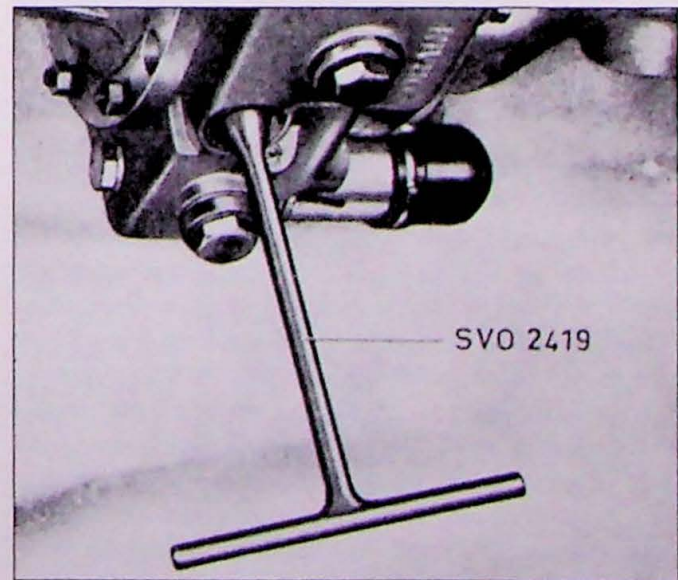
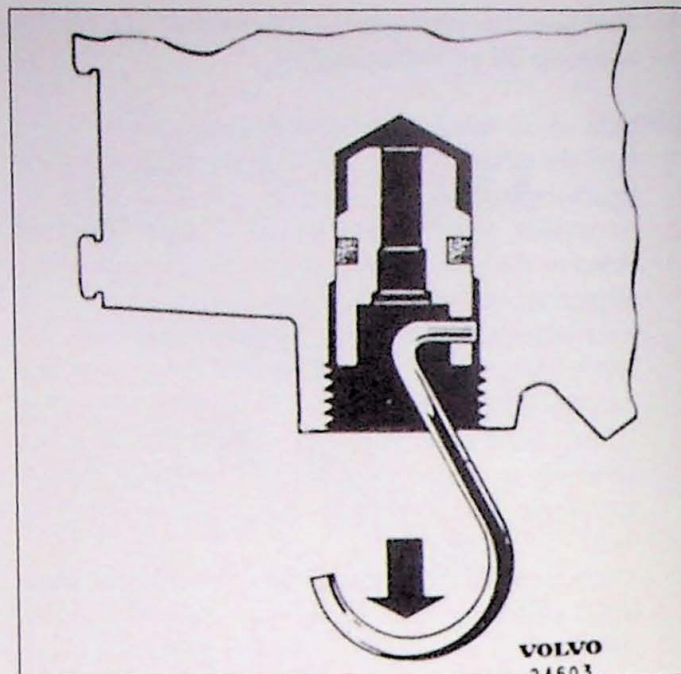

Fig. 7.3. Demontage van de klepzitting van de oliepomp
Fig. 7.5. Demontage van de klepzitting van de reduceerklep
2. Maak de plug onder de oliepomp los en neem de veer, veergeleider en de kogel eruit. Maak de klepzitting los met sleutel SVO 2419 (Fig. 7.3). Maak alle delen schoon en controleer ze op eventuele gebreken.
2. Draai de rechter plug (gezien in de rijrichting) (Fig. 7.3) los en neem de veer en de klep uit. Verwijder de klepzitting met behulp van een haakje (Fig. 7.5).